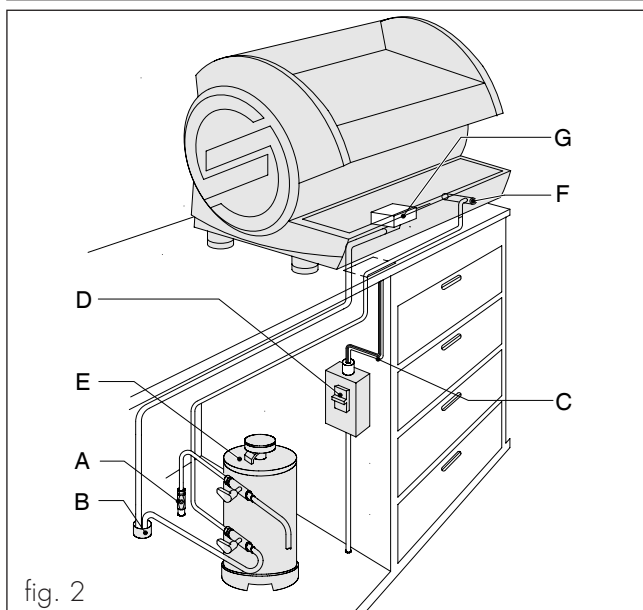

fig. 2
Öffnen Sie das Ventil der Wasserleitung (A) (fig 2).
Schalten Sie den Schutzschalter (D) aus (fig 2).